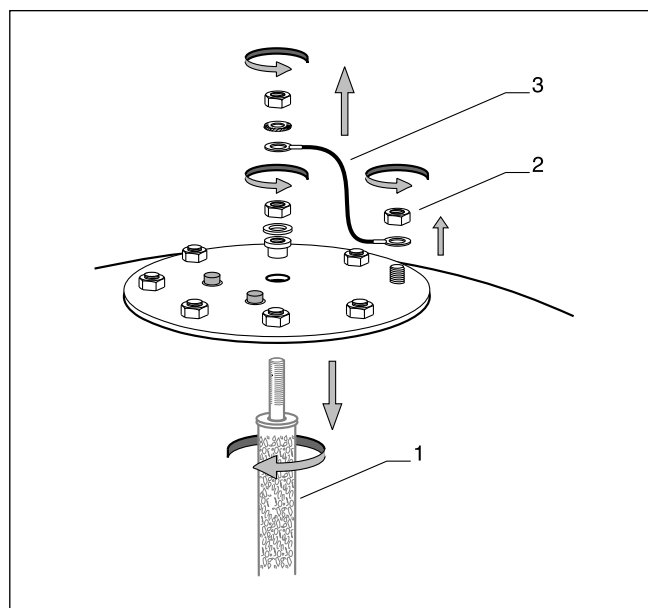

Fig. 3.6 Visuel kontrol af magnesiumanoden
Ved anodeeftersyn via visuel kontrol tages lågisoleringen af. Magnesiumanoden (1) bør tages ud én gang om året (se fig. 3.6) og efterses med hensyn til slid. Hvis det er nødvendigt, skal den brugte magnesiumanode udskiftes med en tilsvarende original reservedel. Når eftersynet er overstået, skrues alle skrueer godt fast igen, og kombibeholderens tæthed kontrolleres.
### Forklaring til fig. 3.6